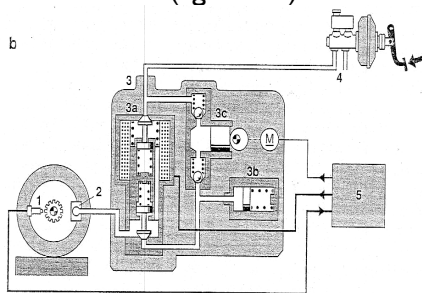

Figura 4.3
B. Modo de presión de mantenimiento (pedal del freno aplicado pero no en movimiento): en el modo de presión de mantenimiento las válvulas de aislamiento, de abatimiento y de elevación están todas cerradas, atrapando la presión hidráulica en los actuadores (pinza y mordaza) y en los cilindros de rueda, en un modo de mantenimiento (figura 4.3).